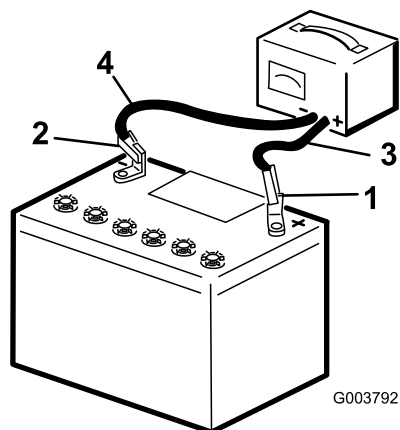

Figura 44
2. Cargue la batería a un ritmo de 3 a 4 amperios durante 8 horas (Figura 44). No sobrecargue la batería.
3. Cuando la batería esté completamente cargada, desconecte el cargador de la toma de electricidad, luego desconecte los cables del cargador de los bornes de la batería (Figura 44).